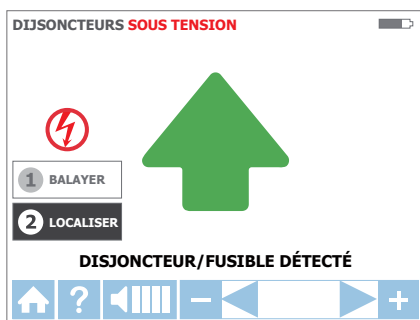

Figure 3.3f : Mode LOCALISATION : disjoncteur/fusible identifié
3. Rebalayez tous les disjoncteurs/fusibles jusqu'à ce qu'une flèche verte fixe et une alerte sonore (bip continu) indiquent que le disjoncteur/fusible correct a été trouvé (Figure 3.3f).